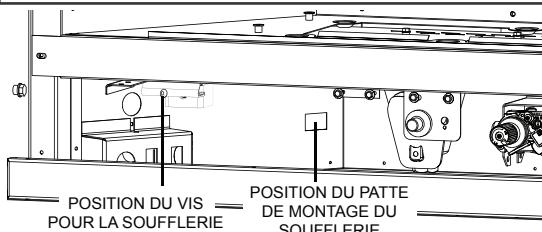

Fig. 1
- Faites pivoter la soufflerie dans le bas de l'appareil, assurez que le joint d'étanchéité reste en place entre le soufflerie et le foyer pendant que vous glissez-le soufflerie contre la côté gauche dans la patte du montage du soufflerie. Fixer en place utilisant une vis, voir Figure 1 et 2.